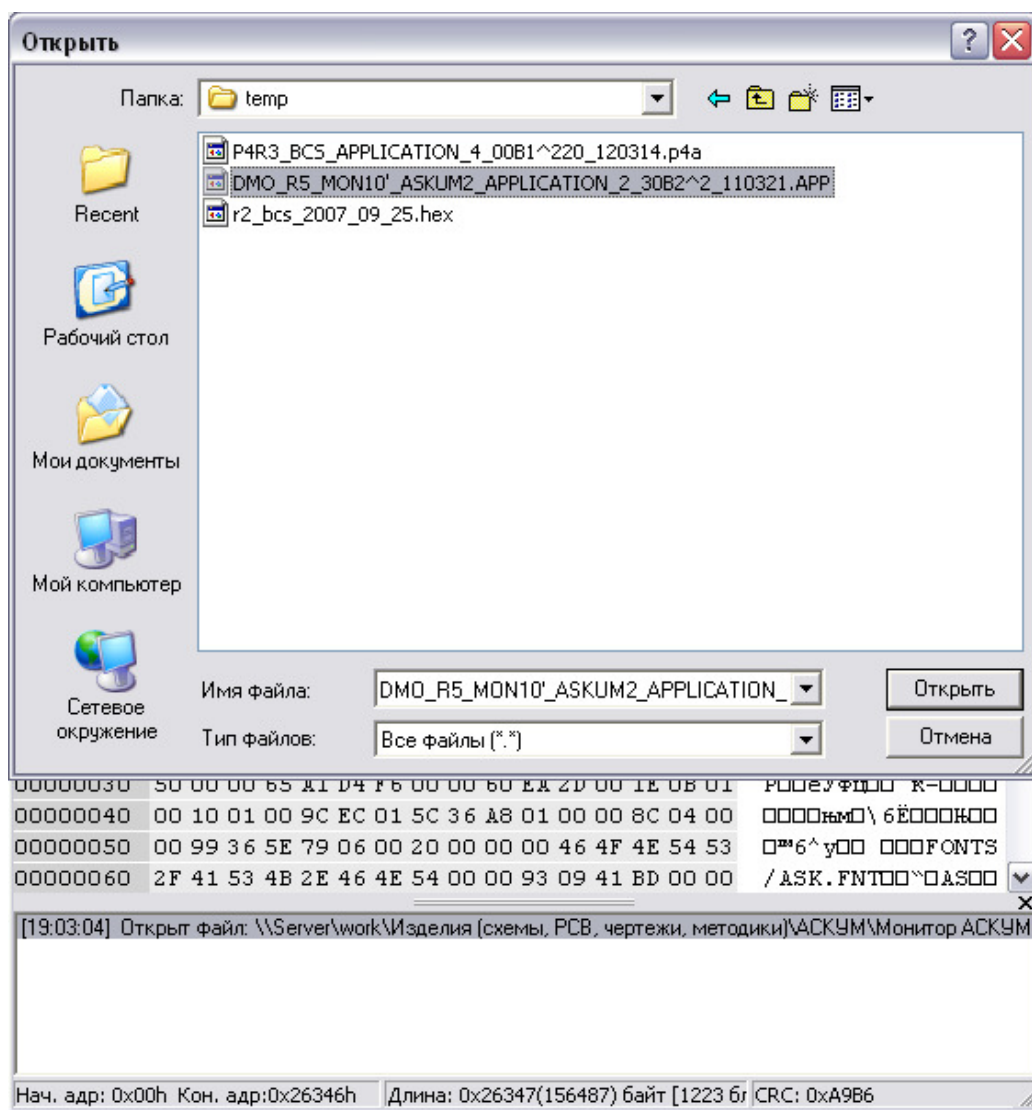

Рисунок 7: Выбор микропрограммы для обновления ПО блока
10. В открывшемся окне выберите файл с программным обеспечением для блока в формате “APP”, “p4a”, “hex” (рисунок 7).